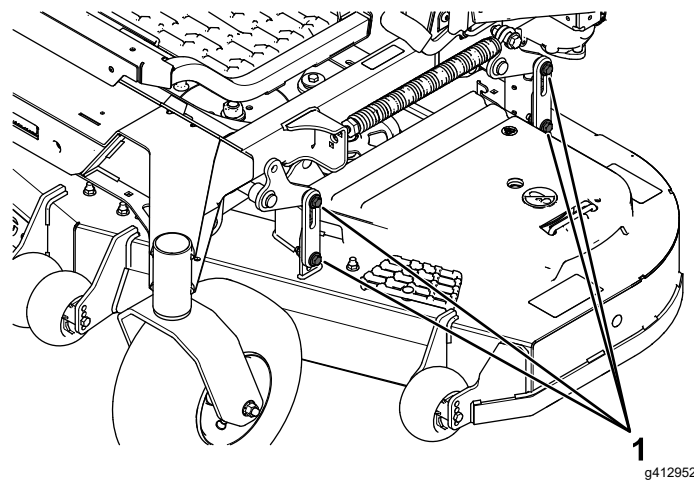

Figure 106
16. Desserrez les boulons (Figure 106) aux quatre coins de sorte que le tablier repose solidement sur les 4 cales.